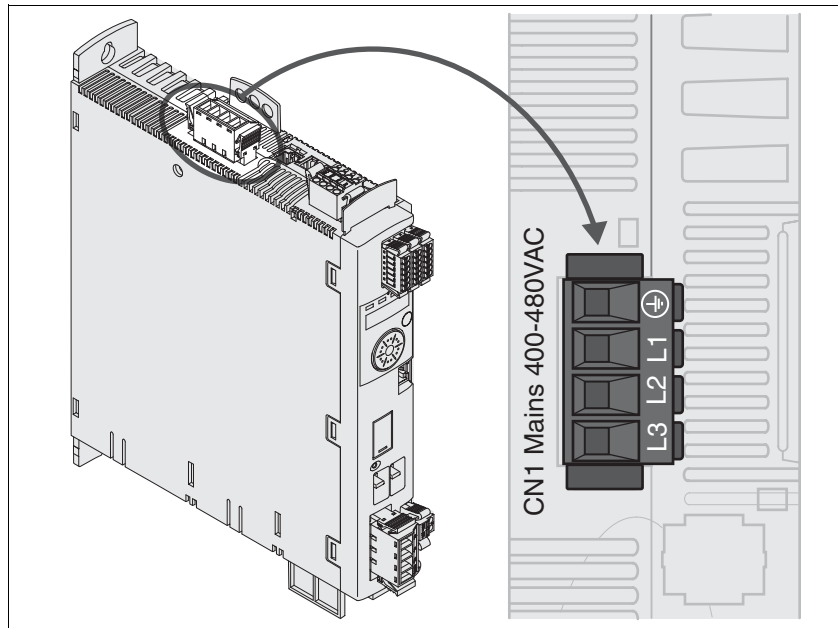

图 6.11 三相设备输出级电源接线图
- ▶ 将电线连接至（图 6.11）。注意接线端子螺钉的不同拧紧扭矩。